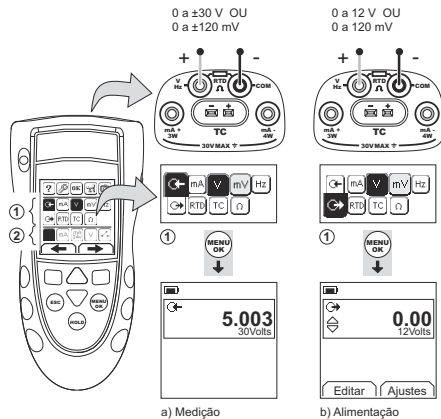
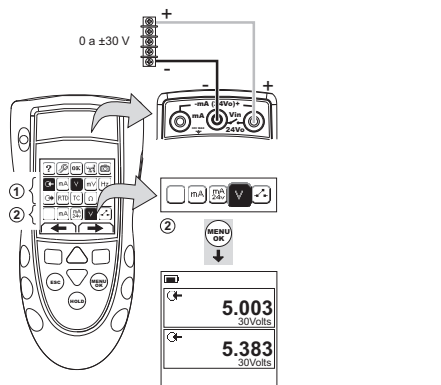

Figura 4: Exemplo de configuração: para medir/alimentar em Volts ou mV (área ①)
Figura 5: Exemplo de configuração: para medir em Volts (Dupla Função, área ②)
1. Conecte o instrumento (Figura 4 e Figura 5) e, se necessário, ajuste a Configuração (Tabela 1).